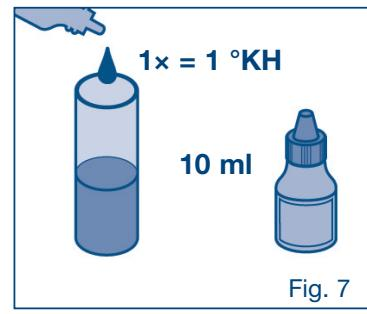

Fig. 7
1. Pode determinar a dureza da água consultando o fornecedor de água ou através de um teste rápido (teste de gotas, fig. 7). Com base na dureza da água e no intuito de utilização, pode seleccionar o ajuste do bypass e consultar a capacidade normal do filtro nas tabelas 1-2 no capítulo 10.